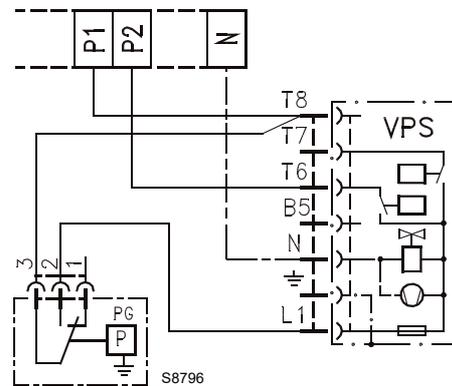

**Fig. 18**
Todos los cables eléctricos que se deben contactar a la regleta de conexión X1(Fig. 18) se deben hacer pasar por el anillo pasacable 11)(Fig. 4 en la pág 9).
La corriente mínima para el buen funcionamiento de la caja de control es de 3  $\mu$ A. El quemador suministra normalmente un valor superior de corriente, de manera que no es necesario ningún control. Si de todas formas se quiere medir la corriente de ionización es necesario abrir el conector (CN1)(Fig. 18 ) en el cable rojo e introducir un microamperímetro como se ilustra en la Fig. 17.
**Leyenda (Fig. 18)**